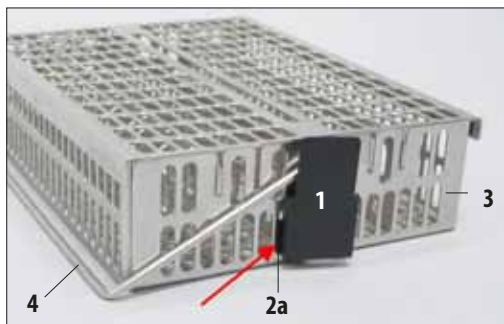

Рис. 9
- Вставьте левую планку (2a) антиотражающего зажима (1) в нижнее овальное отверстие 7 (движением слева) (рис. 9).